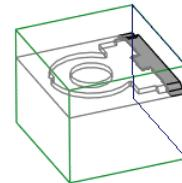

图 14.33 完成后的延伸曲面
③ 在“曲面延伸：曲面延伸”操控板中单击 按钮。完成后的延伸曲面如图 14.33 所示。